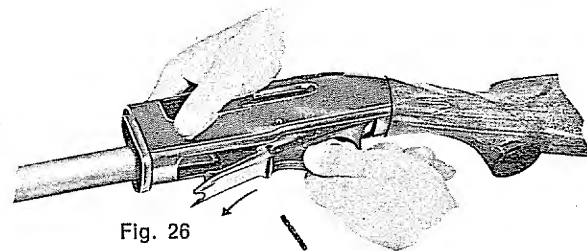

Fig. 26
b) Premere lo svincolo e sfilare verso l'avanti il gruppo sottoguardia (fig. 26).
- b — press in carrier latch button and slide trigger plate assembly forward downwards (fig. 26).
- b — *appuyer sur le poussoir du levier d'arrêt de l'élevateur et retirer l'ensemble du pontet vers l'avant et vers le bas (fig. 26)*